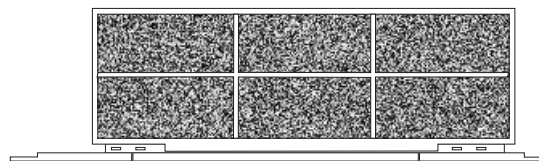

Fig. 5
- sur les FCX A-AS-ACT-ACB adapter le filtre de l'air à la nouvelle configuration en modifiant la position relative du support externe par rapport au châssis du filtre (Fig. 5) en poussant avec un tournevis sur la languette (1 Fig. 4) et déplacer en même temps le support externe (2) jusqu'à ce que la languette dépasse la dent (3). Lâcher la languette de façon que la position relative entre support et filtre corresponde à celle indiquée à la figure 4.
- nur in FCX A-AS-ACT-ACB den Luftfilter an die neue Konfiguration anpassen; hierzu die Position der externen Halterung gegenüber dem Filterrahmen (Abb. 5) durch Druck mit einem Schraubenzieher auf die Feder (1 Abb. 4) verändern, gleichzeitig die externe Halterung (2) verschieben, bis die Feder über die Klinke herausragt (3). Die Feder loslassen, die Position zwischen Halterung/Filter muß der in Abbildung 4 angegebenen Position entsprechen.